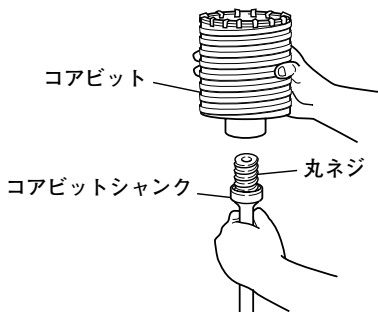

図 14
- (1) コアビットシャンクにコアビットを取付けます。(図14)
- (1) 本機に挿入したまま上向きにして 2 ～ 3 回無負荷運転で打撃させると丸ネジ（図 14 参照）がゆるみ分解することができます。
- (2) または本機からコアビットシャंकをはずしコアビットを手で持ち，コアビットシャंक六角部の頭を手ハンマで 2 ～ 3 回強打すると，丸ネジがゆるみ分解することができます。